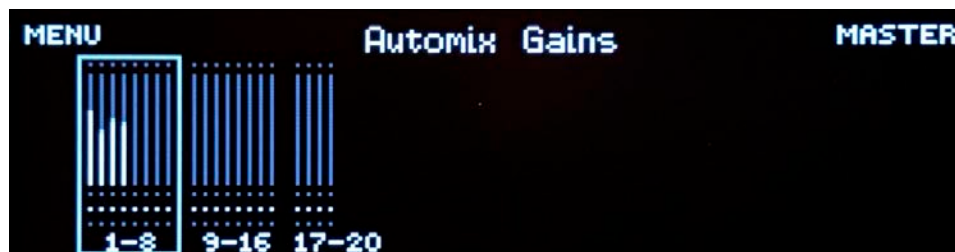

Figure 9-2 All Channels スクリーン
1. ナビゲーションアローボタンを使い、Figure 9-2 にあるメーター上部中央の表示 (**GAINS, INPUTS, OUTPUTS** のいずれかが表示されています) を選択します。